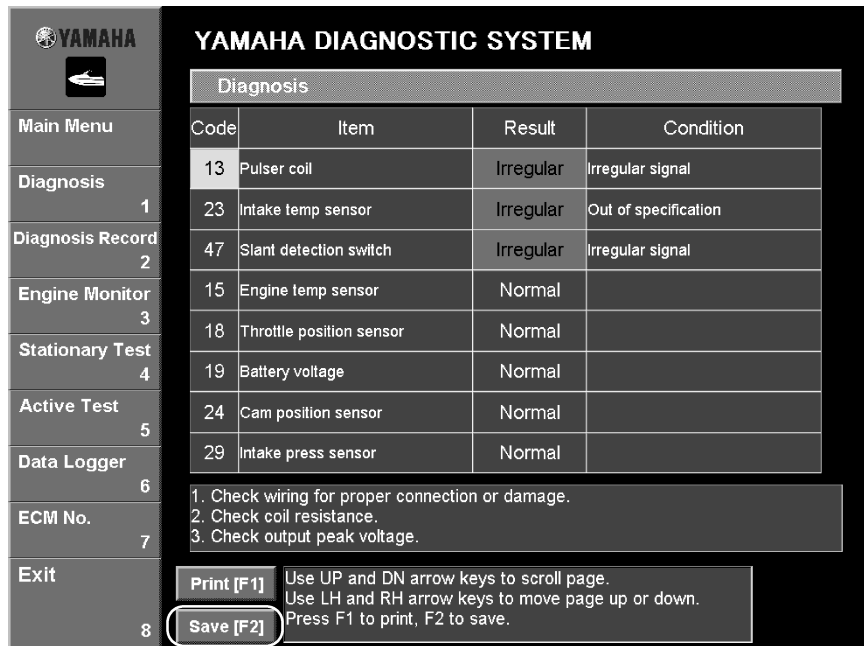

Fig. 28
1. Click the **Save [F2]** button or press the F2 key on your keyboard. The **Save As** dialog box is displayed. (Fig. 28)
1. Cliquer sur le bouton **Save [F2]** ou appuyer sur la touche F2 du clavier. La boîte de dialogue **Save As** s'affiche (Fig. 28).
1. Klicken Sie auf **Save [F2]** oder drücken Sie die F2 Taste auf Ihrer Tastatur. Das **Save As**-Dialogfeld erscheint. (Abb. 28)
1. Haga clic en el botón **Save [F2]** o pulse la tecla F2 del teclado. Aparece el cuadro de diálogo **Save As**. (Fig. 28)